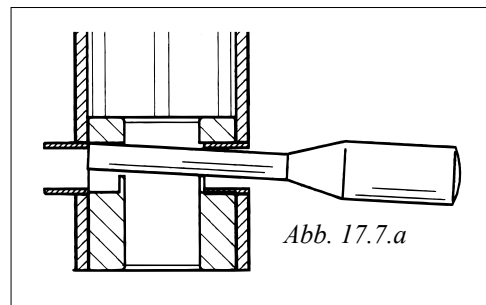

Abb. 17.7.a
3. Schlagen Sie die Buchsen aus dem unteren 1000 mm Profilende. Siehe Abb. 17.7.a.